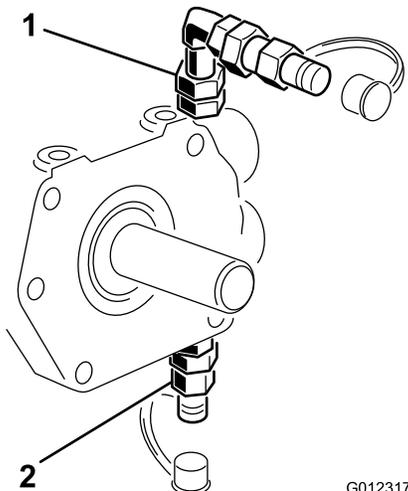
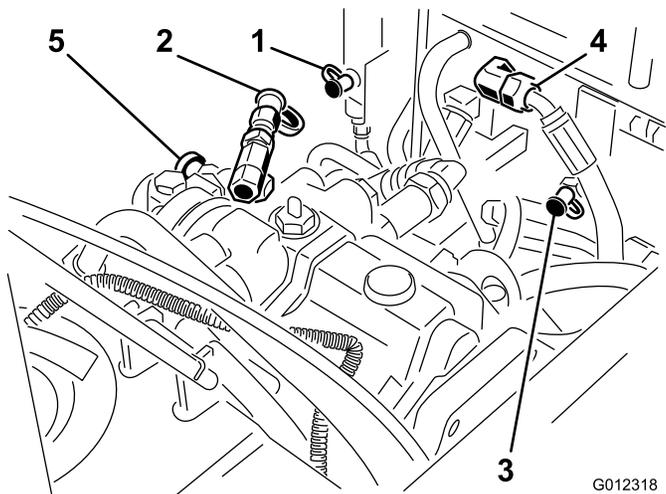

Figura 46
Figura 47
Los puntos de prueba (Figura 46 y Figura 47) se utilizan para probar los circuitos hidráulicos. Verifique
- El circuito de Tracción hacia adelante y hacia atrás (Figura 46) (detrás de los motores de rueda) tiene un valor de alivio normal de aproximadamente 5300 psi y una presión de carga de 50 - 150 psi. Utilice un indicador con escala de hasta 7.500 – 10.000 psi.